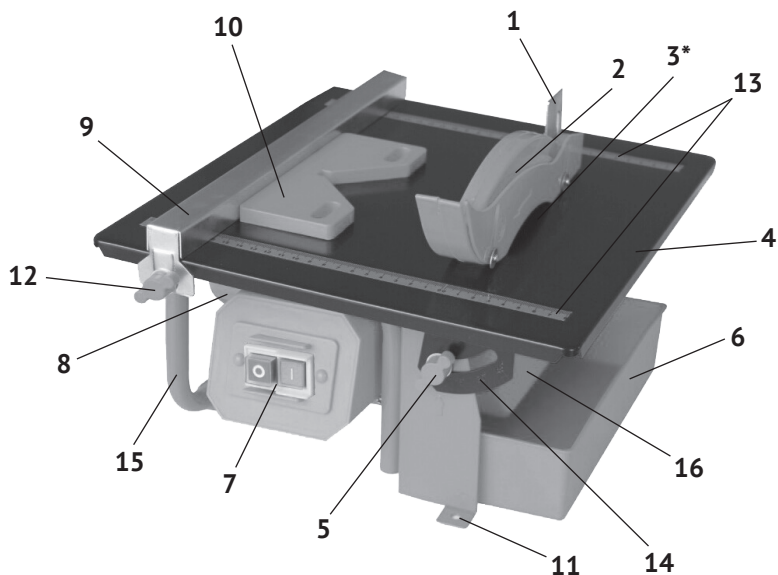
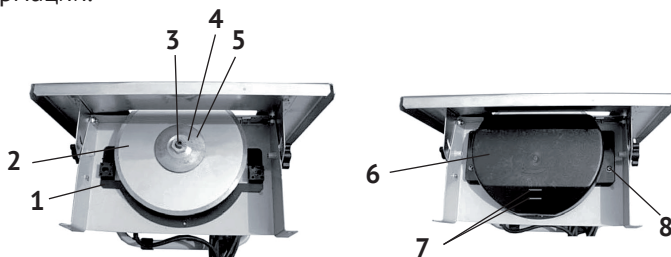

рис.1
рис.2
1.6 Общий вид и элементы плиткореза представлены на рис.1
1.7 Асинхронный двигатель крепится на платформе, закреплённой на трубчатой раме (рис.1 поз.15) под рабочим столом (рис.1 поз.4). На вал якоря двигателя, между опорным и прижимным фланцами, крепится отрезной алмазный круг (рис.1 поз.3).
Охлаждение круга во время работы осуществляется погружением его нижней части в поддон с водой. Поддон (рис.1 поз.6) устанавливается под нижний защитный кожух (рис.1 поз.16). На кожух нанесены: стрелка, указывающая направление вращения диска, и риски, отмечающие нижний (min) и верхний (max) уровни охлаждающей воды.
ле (с двух сторон) нанесена метрическая разметка (рис.1 поз.3).
Заготовка размещается на рабочем столе (рис.1 поз.4) в нужном положении с помощью параллельного (рис.1 поз.9) или углового (рис.1 поз.10) упоров. Разрезаемая плитка подаётся оператором по рабочему столу к отрезному кругу вручную.
1.9 Выключатель – магнитный пускатель (рис.1 поз.7) расположен на блоке управления двигателем. Он имеет две кнопки: зелёная с символом «I» - включение двигателя и красная с символом «0» - выключение двигателя (МЭК 60417).
На нижнем защитном кожухе (рис.1 поз.16) стрелкой указано направление вращения круга.
Плиткорез поставляется полностью собранным, за исключением верхнего защитного кожуха (рис.1 поз.2).
- установить плиткорез на ровной, горизонтальной поверхности рабочего стола (верстака), вставив 2-е резиновые ножки (из комплекта поставки) в крепёжные отверстия (рис.1 поз.11).
- раскрутить болтовое соединение верхнего кожуха (рис.1 поз.2);
- совместив крепёжные отверстия кожуха и расклинивающего ножа (рис.1 поз.1), соединить их болтом и закрепить гайкой. Крепление не должно быть жёстким. Кожух должен иметь возможность вращения вокруг оси крепления, чтобы фиксироваться в выбранном положении относительно круга (рис.1 поз.3);
- установить на нужном расстоянии от круга (справа или слева) параллельный упор (рис.1 поз.9). Для точной установки заготовки использовать шкалы (рис.1 поз.13) рабочего стола;
- выставив в нужное положение параллельный упор, зафиксировать его зажимным винтом (рис.1 поз.12);
- под нижний защитный кожух установить поддон (рис.1 поз.6) и заполнить его водой. Постоянно следить за уровнем воды по рискам на нижнем кожухе.
- ослабить крепление винтов фиксации (рис.1 поз.5) с двух сторон рабочего стола;
- выставить нужный угол наклона по шкале (рис.1 поз.14);
Замене подлежит алмазный круг, режущая часть которого (напыление) полностью выработалась. Для замены круга (см. рис.2):
- вынуть поддон (рис.1 поз.6) из-под нижнего защитного кожуха (рис.2 поз.6);
- снять нижний защитный кожух, открутив два винта (рис.2 поз.8);
- зафиксировав ключом вал якоря двигателя (рис.2 поз.3), открутить зажимную гайку (рис.2 поз.4), снять с вала прижимной фланец (рис.2 поз.5) и круг (рис.2 поз.2);
- очистить опорный и прижимной фланцы, крышку кожуха (рис.2 поз.1) и сам кожух;